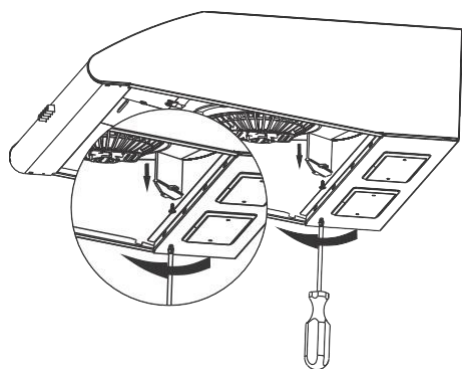

Fig. 6
- ➔ Em seguida, remova o acelerador longo no compartimento do motor (Fig. 6).